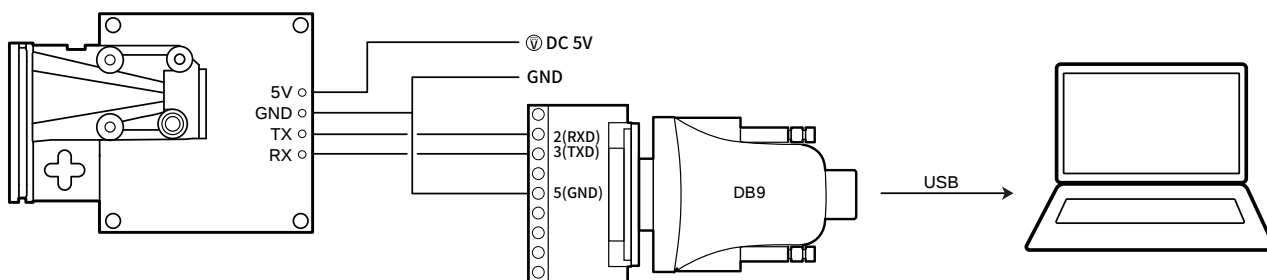

图 5. L4 接 DB9 图
- 按照图 5 所示，外接 DC5V 给 L4 模块供电，注意 DB9 转接线要与模块共地；